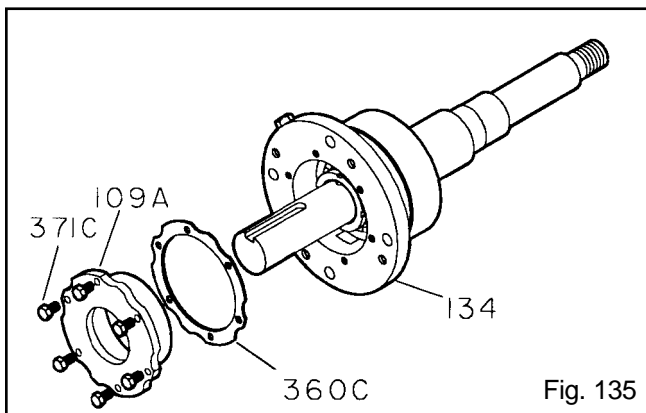

Fig. 135
- Instale la empackadura (360C), la tapa de extremo (109A) y los pernos (371C). Consulte la Tabla 9 con respecto a los valores de torsión de los pernos. Inspeccione el eje para asegurar que gire libremente (Fig. 135).